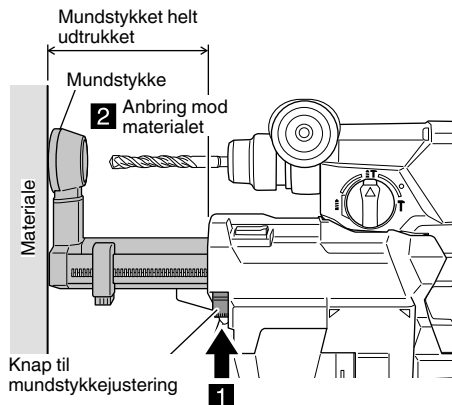

Fig. 5
- (1) Tryk på knappen til mundstykkejustering og sørg for, at mundstykket er i fuldt udtrukket position. (Fig. 5)
- (2) Mens du holder værktøjet på en måde, så der ikke bliver trykket på kontakten, skal du placere mundstykket mod materialet, der skal bores i. (Fig. 5)